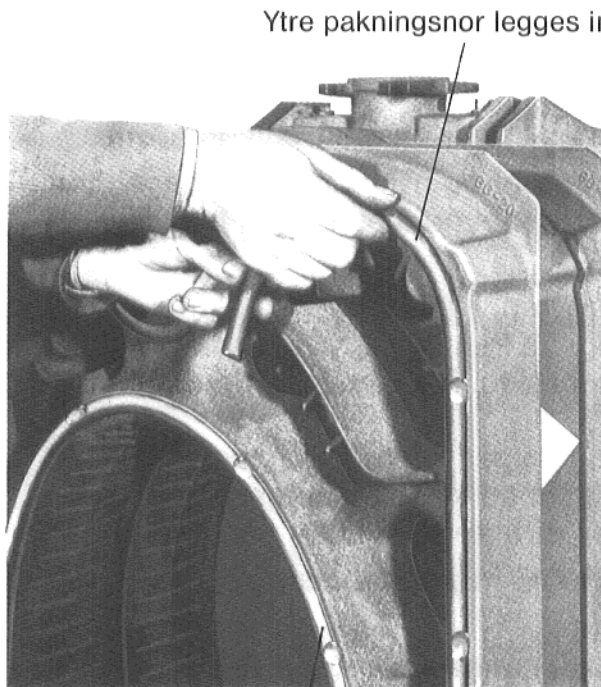

Fig. 12 Indre pakningsnor lagt inn
Bilde fig. 12 og 13 viser elementets forside.
Pakningsnor legges i indre og ytre pakningsnot på elementets forside og trykkes lett fast (Fig. 12).
**Det andre midtelement** settes mot første midtelement. Nippel settes på plass. Primer (heftmiddel) påføres i indre og ytre pakningsnoten på elementets forside (Fig. 12).